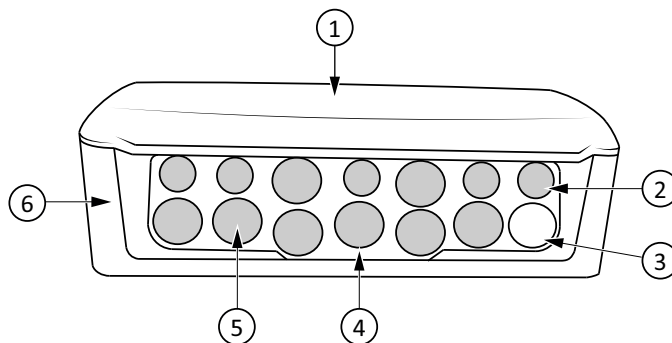

Figure 1 1: Låg, 2: Kabelgennemføringsssamling, 3: LED, 4: Kabelgennemføring, 5: Blød del af kabelgennemføring, 6: Kabinet
1. Lav et hul, der er mindre end kabeldiametere, gennem den bløde del af kabelgennemføringen (se Figure 1) med en rund genstand, f. eks. en stjerneskruetrækker eller en syl.
1. Montér spjældenheden på et stabilt, vibrationsfrit underlag. Den kan monteres vandret med låget opad (nr. 1 i Figure 1) eller lodret, så kabelgennemføringsssamlingen (pos. 2 i Figure 1) på enheden peger nedad.